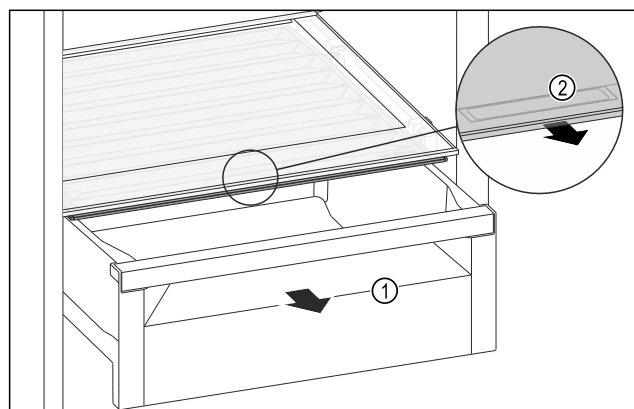

Fig. 116
- ▶ Изтеглете чекмеджето Fig. 116 (1).
- ▶ Хванете вдлъбнатия захват Fig. 116 (2) на капака на отделението и едновременно с това издърпайте напред капака на отделението.